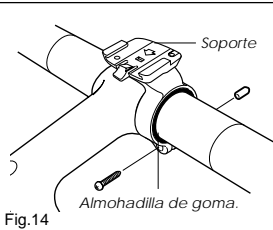

Fig.14
- Sujete el soporte cerca de la tija de manillar mediante la almohadilla de goma (Fig. 14).